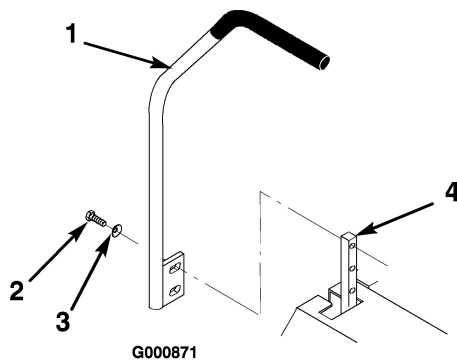

Bild 16
1. Entfernen Sie die beiden Schrauben und die gewellte Scheibe, mit denen der Fahrtriebshebel an der Fahrtriebsarmwelle befestigt ist (Bild 16).
2. Setzen Sie den Schalthebel in die nächste Lochposition. Befestigen Sie den Hebel mit den zwei Schrauben und den gewellten Scheiben. Die gewellte Seite der Scheibe sollte zur Fahrtriebsarmwelle zeigen (Bild 16).